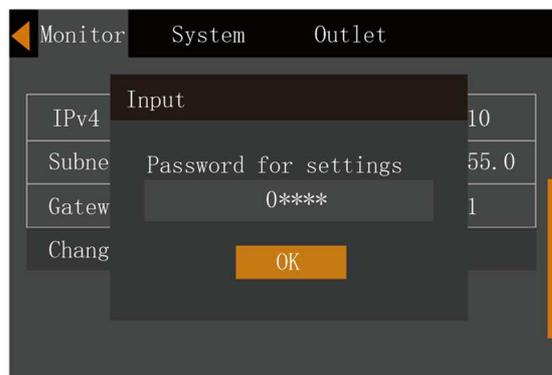

Figura 5-26 Contraseña de ajustes
3. Pulse la tecla **Enter**, aparecerá la interfaz que se muestra en la Figura 5-26.